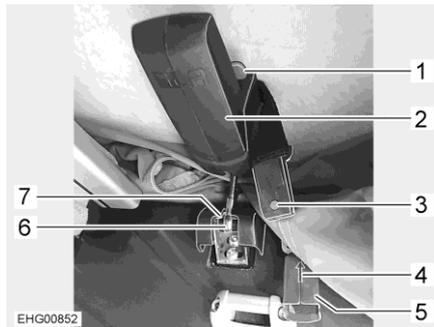

Fig. 37 Bloqueo, techo abatible en la parte trasera (C 530)
- Encajar el perno (Fig. 37,6) en el sujetador (Fig. 37,7).
- Presionar el tirador negro (marcado SCA) (Fig. 37,2) hacia arriba.
- Presionar la palanca roja (Fig. 37,1) hacia abajo. De este modo, se bloquea el tirador negro (marcado SCA) (Fig. 37,2).
- Cerrar el cierre de hebilla (Fig. 37,5) en ambos lados. Para ello, encajar las dos partes del cierre de hebilla y deslizarlas la una sobre la otra en la dirección de la flecha (Fig. 37,4).